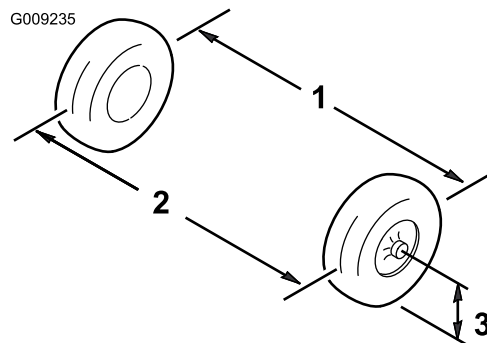

Figura 41
1. Meça a distância entre os pneus dianteiros à altura do eixo na zona dianteira e traseira dos pneus dianteiros (Figura 41).